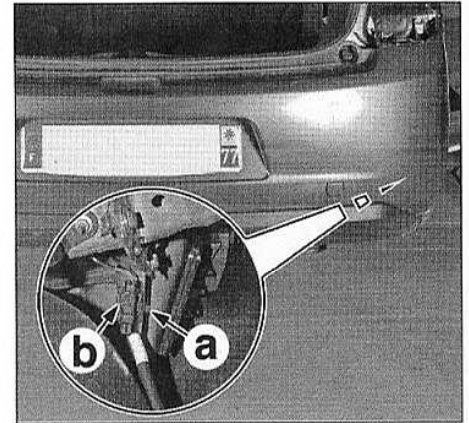

FIG.75
- Dégrafer en (a) puis débrancher en (b) le connecteur (Fig.75).